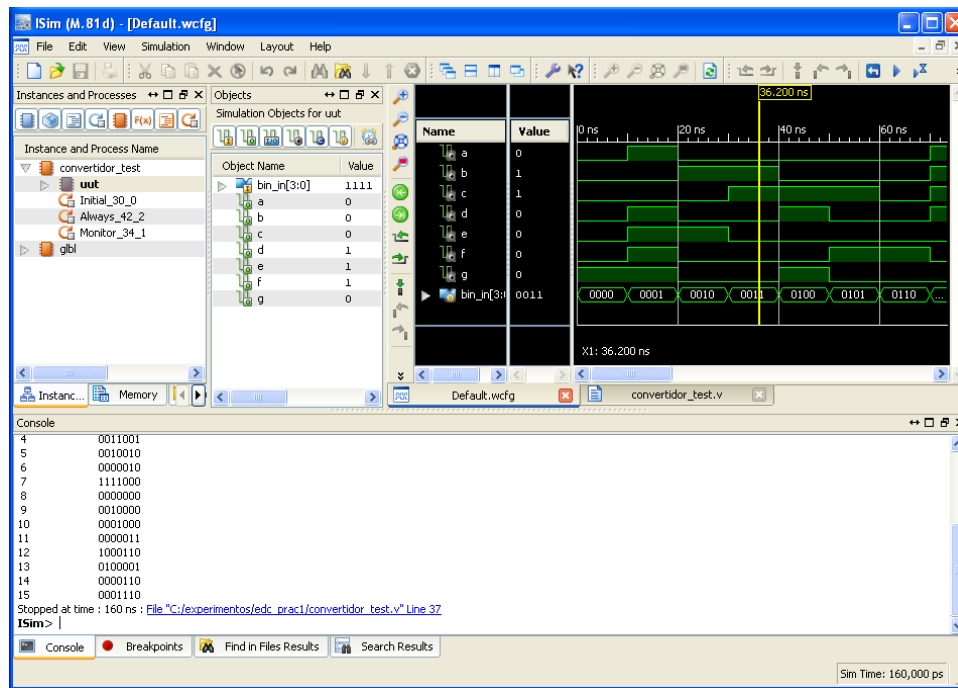

Figura 11. Simulación de un convertidor binario 7 segmentos con ISim.
En esta vista, mostrada en la figura 11, se dispone de una ventana con las formas de onda a la derecha en fondo negro y varias señales representadas con sus valores simulados, que deben ser las entradas y salidas de nuestra unidad (al menos aquellas que aparecen en el testbench). Si hacemos pulsamos el ratón sobre el gráfico de formas de ondas, se sitúa un cursor amarillo indicando datos exactos en ese instante de tiempo (nótese como cambian los valores de las señales al situarse en distintos instantes). Para las señales de varios bits podemos cambiar la codificación pulsando el botón derecho del ratón sobre el nombre de la señal y, accediendo en el menú flotante a la opción *RADIX* (binario, hexadecimal, decimal, etc.).
- Pulsando dos veces botón izquierdo del ratón sobre Generate Programming File se ejecuta el proceso completo y se genera el fichero de programación. Tal y como se muestra en la figura 11, si el proceso ha terminado con éxito aparecerá un indicador verde, en caso contrario un aspa rojo indicando la existencia de errores. En caso de existir errores debe corregirlos y repetir el proceso.